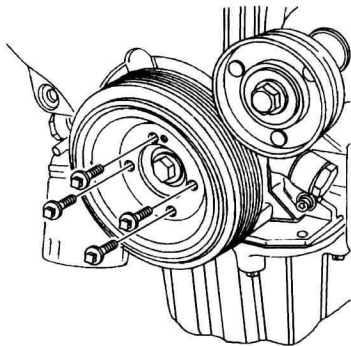

图 1-1-3 拆卸曲轴皮带轮螺栓
8. 拆卸曲轴皮带轮螺栓（图 1-1-3）。
13. 参见图 1-1-3, 安装曲轴皮带轮螺栓。紧固曲轴皮带轮螺栓至 $20\text{N} \cdot \text{m}$ 。